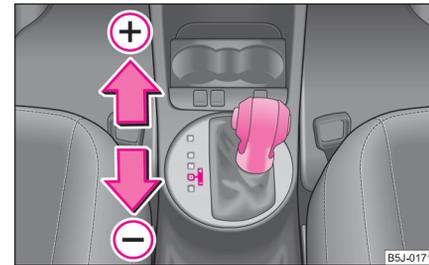

Fig. 108 Palanca selectora: cambio manual
- Presione ligeramente la palanca selectora (en la posición Tiptronic) hacia adelante ⇒ fig. 108 (+).